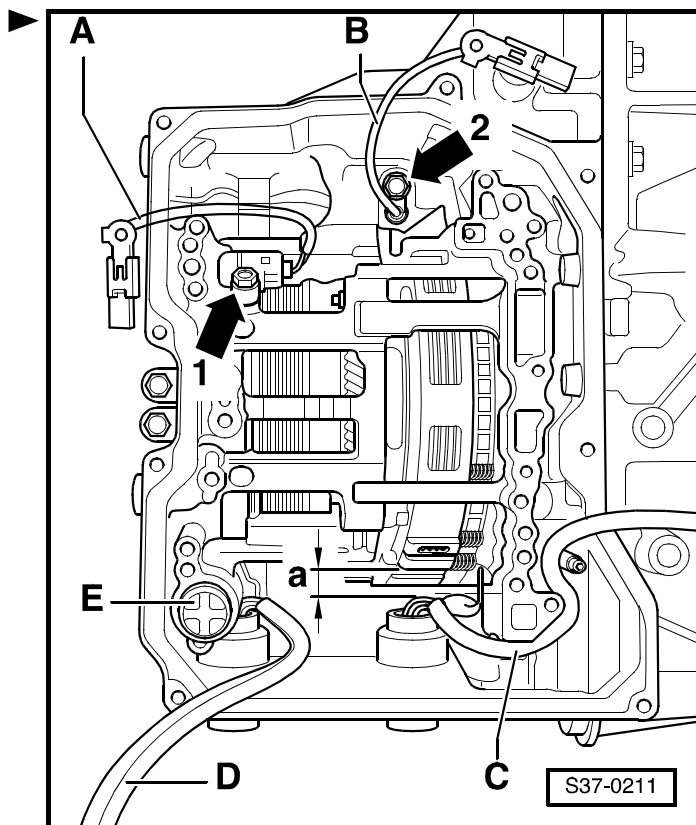

Рис. 8: Указатель положения рычага преселектора -Y6-
- место сборки ⇒ Рис. 8 в **37-1** страница 5